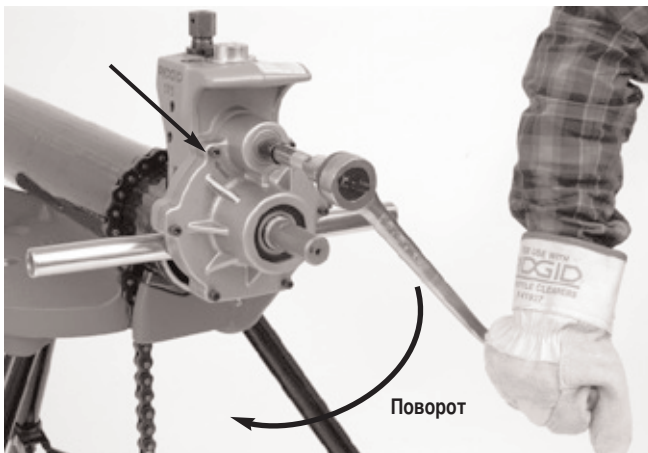

Рисунок 17 – Поворот трещоточного ключа в соответствии со стрелками
5. Поверните трещоточный ключ по часовой стрелке, если смотреть с задней стороны устройства для накатки желобков (на задней панели устройства направление указано стрелками, см. рис. 17). Устройство для накатки желобков должно вращаться, при этом крышка устройства должна соприкасаться с краем трубы. Если устройство для накатки начинает отходить от края трубы, вращать трещоточный ключ больше не следует во избежание скручивания прибора с конца трубы и падения. Чтобы обеспечить контакт крышки устройства с краем трубы, можно нажать на рычаги устройства для накатки желобков. Если необходимо, переустановите устройство для накатки желобков на трубу. (см. раздел "Установка устройства для накатки желобков на трубе"). Если труба деформирована, ее следует обрезать и сделать новый желобок.